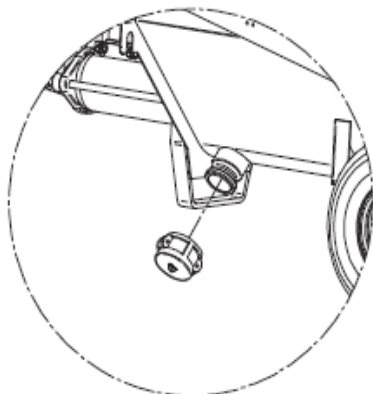

FIG. 11
-Saque el tapón situado bajo la tolva (fig. 11) y lave con agua toda la máquina comenzando por la prensa de sacos, si está instalada.
Si hay riesgo de heladas, abra el tapón de la tolva, desconecte la manguera y descargue toda el agua (fig. 11).